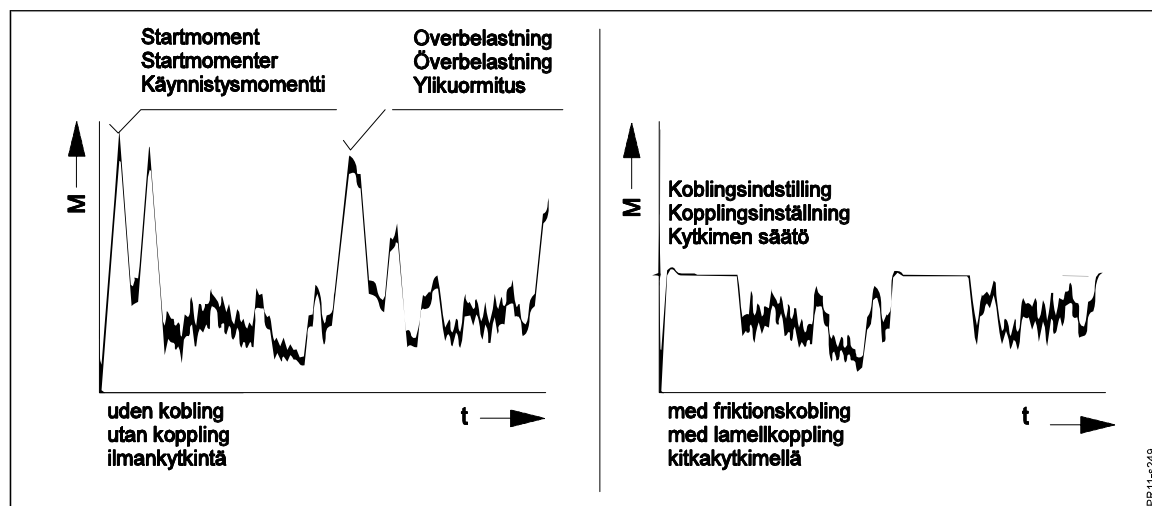

Fig. 7-3
**Fig. 7-3** For at sikre Deres traktor og maskine en lang levetid, er maskinen leveret med en friktionskobling på KO-akslen bagest på trækstangen, samt på drevet for indføringsvalserne. På figuren er det illustreret, hvordan koblingen beskytter transmissionen mod store momentspidser, samtidig med at den er i stand til at opretholde momentet, mens den er i funktion (glider).